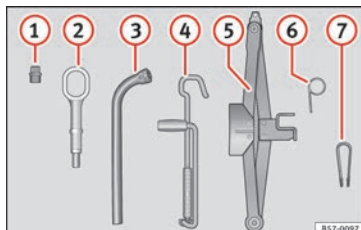

Fig. 68 Nel bagagliaio, sotto la copertura del piano di carico: attrezzi di bordo.
- Collocare la pinza di plastica (attrezzo di bordo »» fig. 68 ⑦) sul cappuccio finché non si aggancia »» fig. 70.